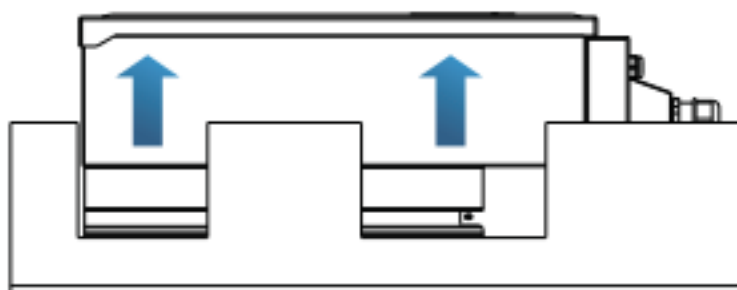
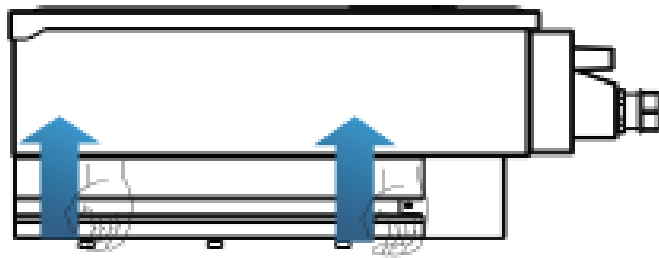

Рис. 14 – Видалення захисного шару з полістиролу
Рис. 15 - Виймання інвертора з упаковки
- 1) Відкривши упаковку, вставте руки в прорізи з обох сторін інвертора та візьміть інвертор, як показано на Рис.14 та Рис.15. Для цієї операції потрібно дві людини для безпеки людей та правильного поводження з інвертором.